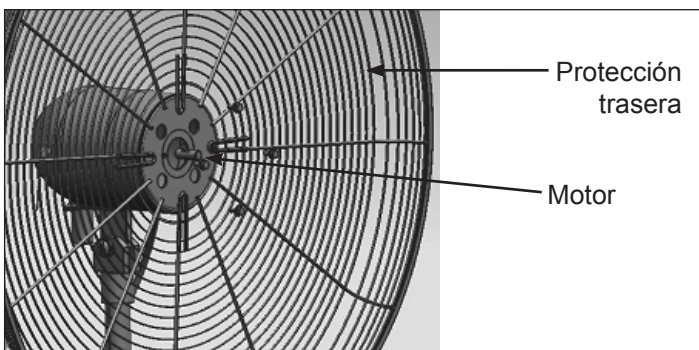

Figura 2: Fijación de la protección trasera al motor
8. Deslice la protección trasera en el conjunto del motor y asegúrela con 4 tornillos de brida (vea la Figura 2). Apriete firmemente los tornillos con la llave.